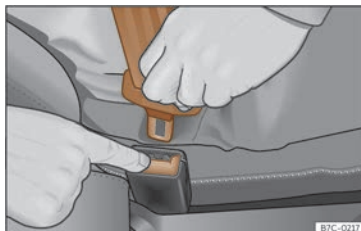

Fig. 14 Relâcher la languette du boîtier de verrouillage la fermeture de la ceinture.
- Appuyez sur la touche rouge sur le boîtier de verrouillage »» **fig. 14**. Le pêne sera expulsé du boîtier de verrouillage.